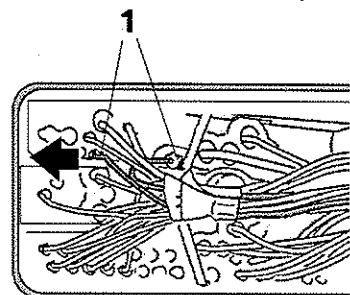

Abbildung 1.
5. Kabelbrücke in Kabelsatzstecker XE2 einsetzen (Abbildung 1):